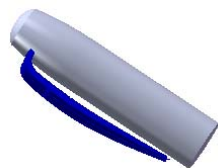

图 3.31.12 放样 1
Step11. 创建图 3.31.12 所示的零件特征——放样 1。选择下拉菜单 **插入(I)** → **凸台/基体(B)** → **放样(L)** 命令，系统弹出“放样”对话框；选取草图 3、草图 4、草图 5 和草图 6 作为放样 1 的轮廓；选取草图 2 为放样引导线，然后在“放样”对话框 **引导线(G)** 区域的 **引导线感应类型(Y):** 下拉列表选择 **到下一引线** 选项；单击对话框中的 **✓** 按钮，完成放样 1 的创建。